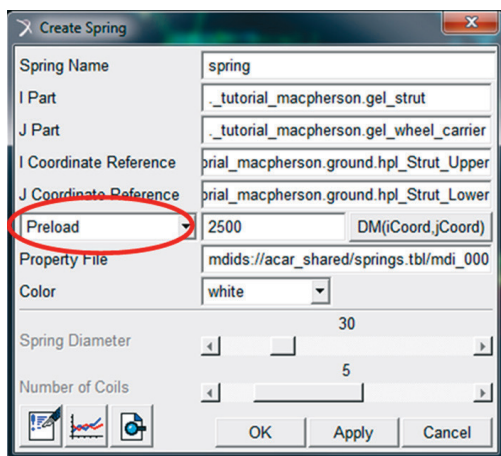

Figura 4.66 – Definição da mola da suspensão.
- Preencha os campos da janela *Create Spring* conforme mostrado na Figura 4.66. Note que a mola é definida entre os corpos rígidos *strut* e *wheel\_carrier*. Atente para o preenchimento do valor de pré-carga (*Preload*) a ser definido para a mola, como destacado na Figura 4.66. A curva característica da mola pode ser editada manualmente pelo usuário e salva em arquivo externo ou o usuário poderá utilizar informações da própria biblioteca do software (campo *Property File*), como é o caso deste modelo.